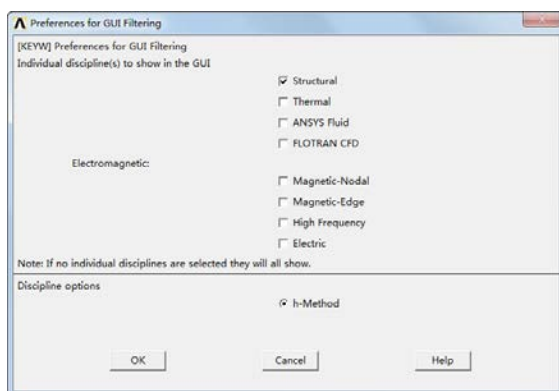

图 8-39 “Preference of GUI Filtering”对话框
⑦从实用菜单中选择 **Utility Menu: Plot > Replot** 命令，指定的标题“static analysis of a rod”将显示在图形窗口的左下角。
⑧从主菜单中选择 **Main Menu: Preference** 命令，将打开“Preference of GUI Filtering”（菜单过滤参数选择）对话框，如图 8-39 所示，选中“Structural”复选框，单击“OK”按钮确定。